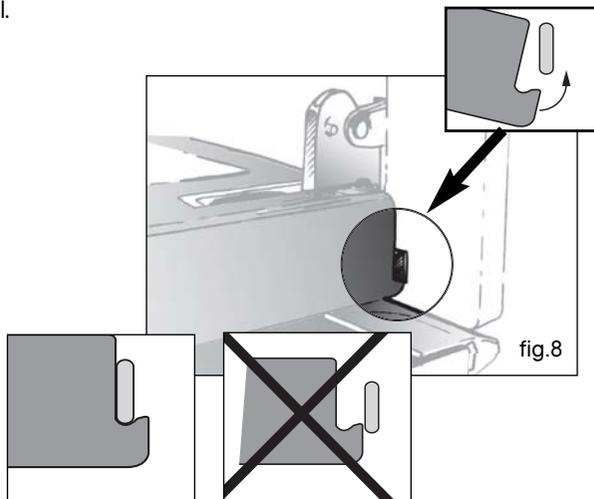

fig.8
- Prenez bien soin de correctement engager le cadre dans la charnière à l'aide de l'ergot (fig.8).